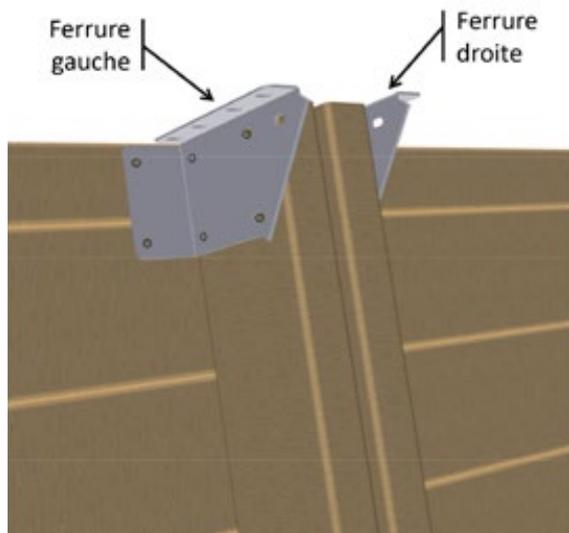

Figure 18 – Mise en place des ferrures en haut des jambes de force
- En haut des quatre jambes de force métalliques et des deux jambes de force en bois, mettez en place six ferrures « droite » et six ferrures « gauche » du kit « Éléments de fixation » selon la Figure 18. Utilisez 6 vis penture torx 6 × 20 en inox A2 (sachet G) par ferrure, soit un total de 72 vis.